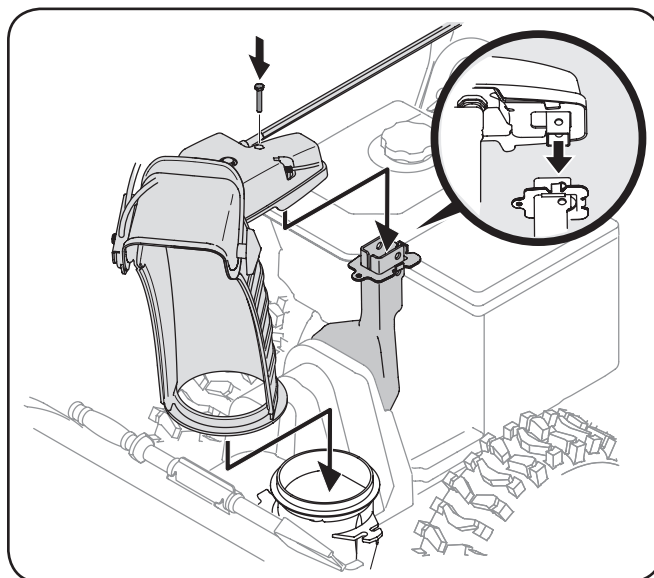

Figura 3-5
3. Lugar en la tolva tolva de base y garantizar la varilla hexagonal está situado bajo el asa del panel. Instalar el perno hexagonal previamente eliminado, pero no seguro con tuerca de mariposa en este momento. Vea la Figura 3-5.